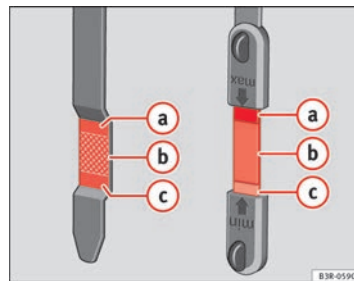

Fig. 177 Zonas marcadas en la varilla de medición de aceite
- A continuación, vuelva a extraerla y compruebe el nivel de aceite ⇒ fig. 177. En caso necesario, reponga aceite del motor ⇒ página 244.